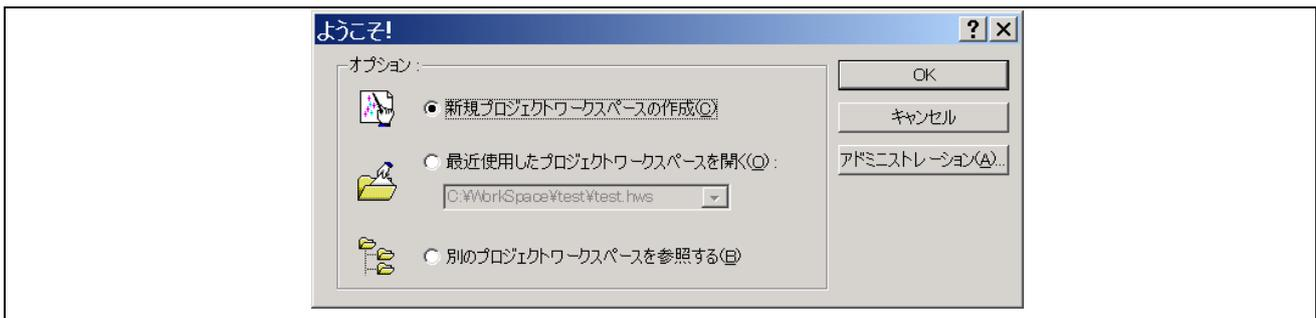

図 2 [ようこそ]ダイアログボックス
- (1) ホストコンピュータ(ホスト PC)と E10A-USB エミュレータを接続してください。
- (2) E10A-USB エミュレータのコネクタとユーザーインターフェースケーブルを接続します。
- (3) ユーザーシステム側のコネクタにユーザーインターフェースケーブルを接続し、E10A-USB とユーザーシステムを接続します(この時点ではまだ、ユーザーシステムの電源は投入しません)。
- (4) ホスト PC の[スタート]メニューの[プログラム]から[Renesas]→[High-performance Embedded Workshop]→[High-performance Embedded Workshop]を選択し、High-performance Embedded Workshop を起動します。
- (5) 図 2 の[ようこそ]ダイアログボックスでダウンロード用実行ファイルを作成したワークスペースを開きます。